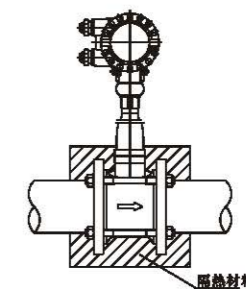

图15
10、当测量保温流体时，不要把隔热材料裹放在显示器的周围（图15）